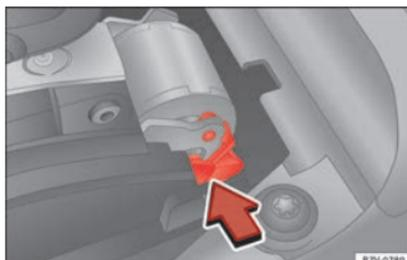

Fig. 50 Destrancamento de emergência do bloqueio da alavanca seletora.
- Pressionar a alavanca de destrancamento » **Fig. 50** no sentido da seta e mantê-la nessa posição.